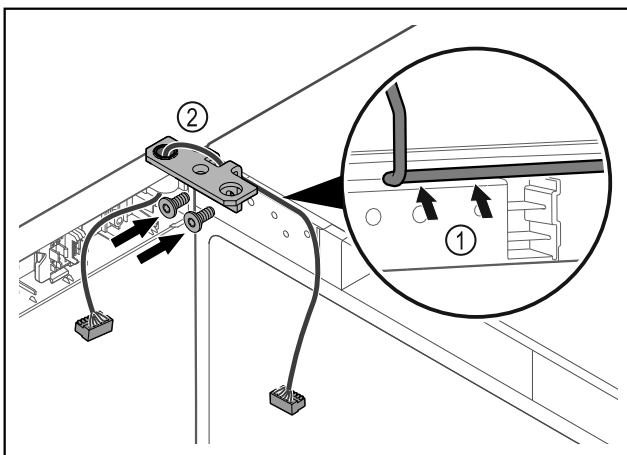

Fig. 62
- ▶ Проведите кабель через отверстие в шарнирном уголке и аккуратно уложите его Fig. 62 (1).
- ▶ Привинтите шарнирные уголки Fig. 62 (2).